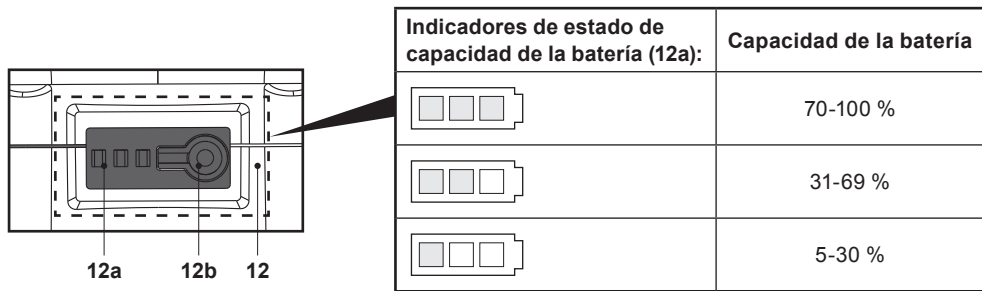

Fig. 5
La batería (12) está equipada con indicadores de capacidad de la batería (12a) que se utilizan para indicar la capacidad restante de la batería. Pulse el botón de capacidad (12b) para comprobar la capacidad de la batería (Fig. 5).